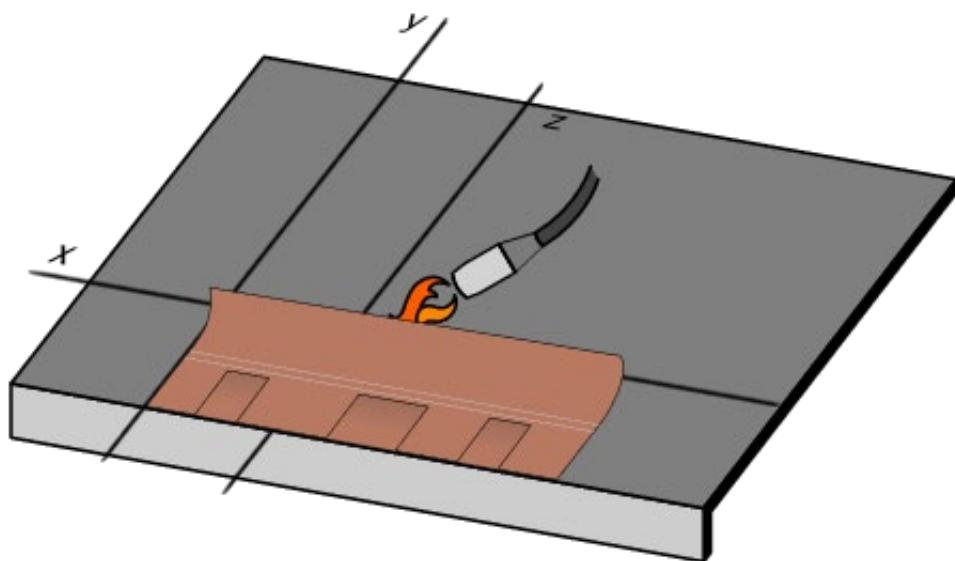

Fig. 18 - Installazione fila di partenza e prima fila a fiamma
- Procedere con la posa della prima fila di tegole sopra alla membrana bituminosa: allineare il bordo laterale della prima tegola sulla verticale **y** e il bordo superiore sull'orizzontale **x** - Fig. 18.